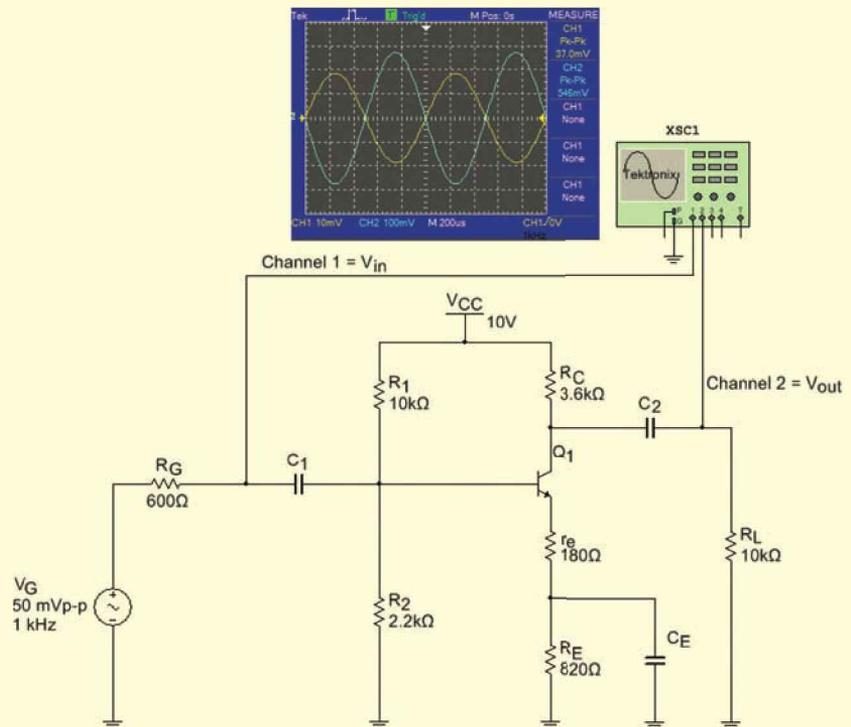

Figure 8.29
Quelle est la tension de sortie sur la résistance de charge de la figure 8.29 si $\beta = 200$? (On ignore r_e' dans les calculs.)
8.11 Avez-vous compris ? En reprenant la figure 8.29, faire passer la valeur de β à 300 et trouver la tension de sortie sur la charge de 10 k Ω .